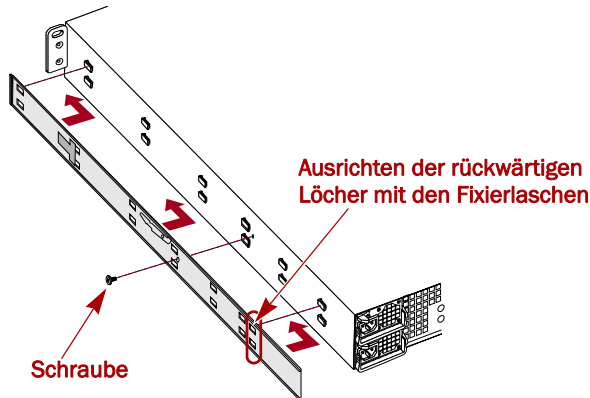

Abbildung 4. Befestigen des inneren Schienenelements am E2000
3. Befestigen Sie das rechte innere Element (Abbildung 4):